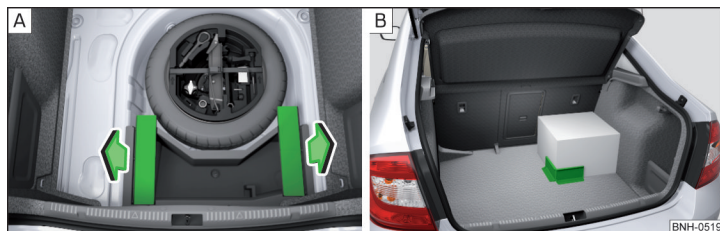

Fig. 107 Retirar el elemento de carga / Ejemplo de fijación de la carga por medio del elemento de carga
- Antes del uso, retirar los elementos de carga en el sentido de las flechas » fig. 107 - [A].
- Fijar la carga por medio de los elementos de carga si es posible cerca de los asientos traseros » fig. 107 - [B].